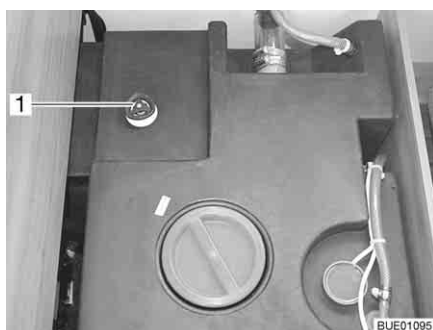

Fig. 156 Serbatoio dell'acqua con maniglia girevole
- Sul serbatoio dell'acqua, ruotare la maniglia girevole (Fig. 156,1) in senso orario fino all'arresto.
- Sul serbatoio dell'acqua, ruotare la maniglia girevole (Fig. 156,1) in senso antiorario fino all'arresto. L'acqua fuoriesce fino a 50 litri.